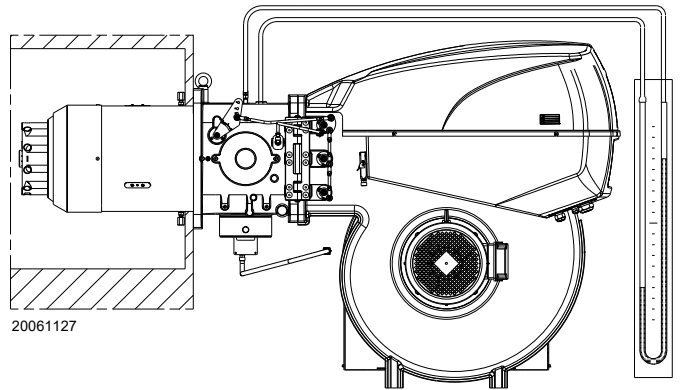

Fig. 27
- Montar un manómetro en U o un manómetro de tipo diferencial (Fig. 27), con toma (+) en la presión del gas del manguito y (-) en la cámara de combustión. Se utiliza para medir la potencia MAX aproximada del quemador.
La llegada de gas al manguito puede observarse en el manómetro en U (Fig. 27).